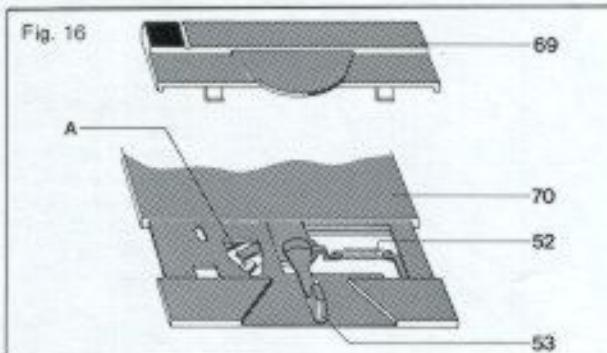

Fig. 17
Bei auf der Stütze befindlichem Tonarm kann mit dem Exzenter (B) der Abstellpunkt (Abstelltbereich  $\phi 116 - 122$  mm) verändert werden. Der Exzenter ist durch die in der hinteren Abdeckung befindlichen Bohrung erreichbar. Schaltet das Gerät zu früh oder nicht ab, so ist der Exzenter (B) entsprechend nach rechts oder links zu drehen (Fig. 17).